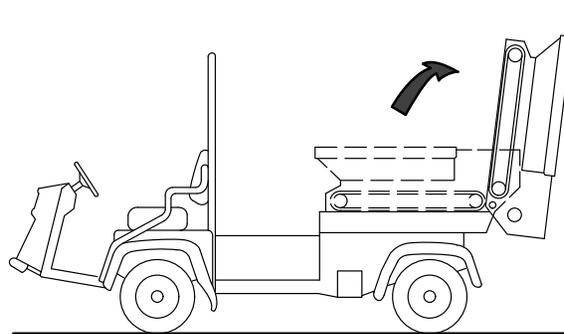

Рисунок 33
- 5. Откиньте бункер назад и прислоните его к стене, лестнице и т.п. Не допускайте, чтобы бункер опирался на заднюю часть машины, т.к. при этом можно повредить щетку или гидравлические муфты (Рисунок 33).
Внимание: Убедитесь в том, что бункер откинут дальше оси поворота и/или прикреплен к стене или столбу, чтобы исключить его случайное падение в рабочую зону (Рисунок 33).